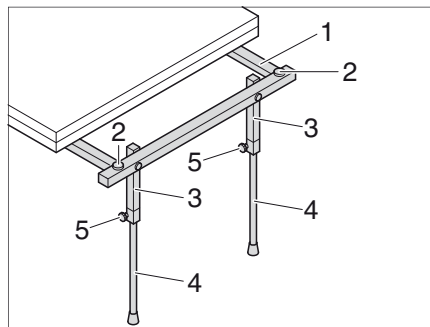

Bild 116 Teleskopstöd (endast Just Go)
- Dra ut bordsstödet (Bild 116,1).
- Ställ stöden (Bild 116,3) upprätt.
- Öppna de två stjärngreppsskruvorna (Bild 116,5) och ställ in teleskopstöden (Bild 116,4) på önskad höjd.
- Dra åt de två stjärngreppsskruvorna (Bild 116,5).
- Ställ in önskad höjd på bordsskivan med de två justerskruvorna (Bild 116,2).